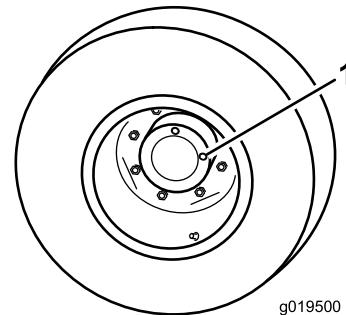

Bild 12
1. Wenn die Maschine auf einer ebenen Fläche steht, positionieren Sie das Rad so, dass eine Prüfschraube (Bild 12) auf 12 Uhr und die andere auf 3 Uhr steht.
1. Prüf-, Ablassschraube (2)
2. Entfernen Sie die Schraube, die auf 3 Uhr steht (Bild 12). Der Ölstand sollte an der Unterkante des Prüfschraubenlochs liegen.